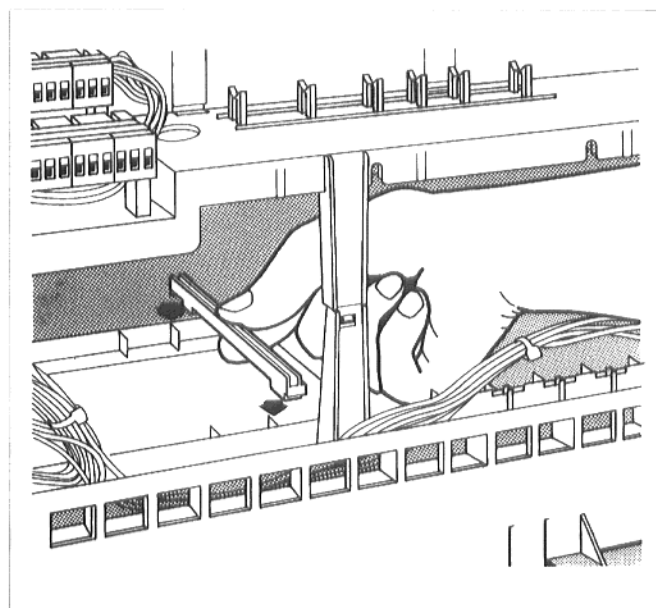

Abb. 3: Führungsschienen aufstecken
- Führungsschienen oben und unten aufstecken (Abb. 3).